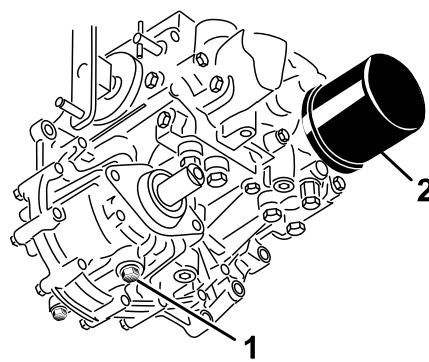

Рисунок 52
3. Поместите под гидравлический бак и картер трансмиссии большой поддон и удалите пробки; слейте всю гидравлическую жидкость (Рисунок 52).
4. Очистите область вокруг фильтра гидравлической жидкости и снимите фильтр (Рисунок 52).